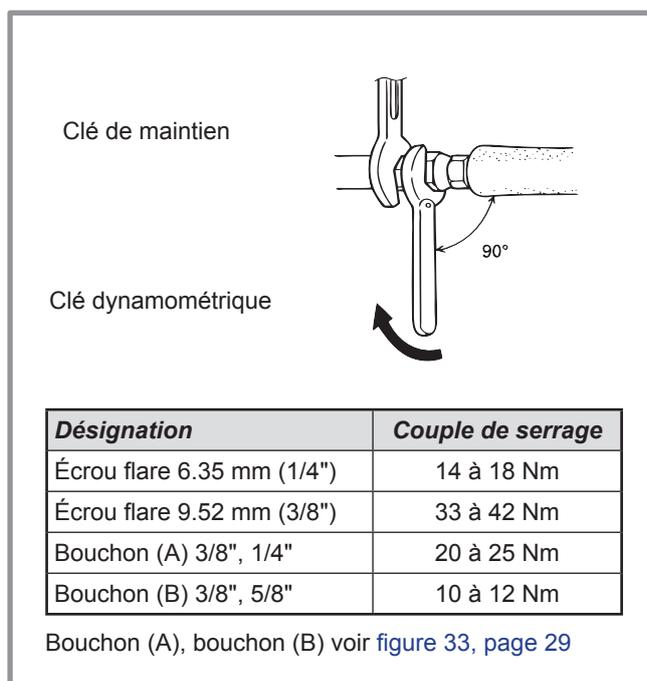

figure 30 - Couples de serrage liaisons frigorifiques
- Retirer les bouchons d'accès (A) aux commandes des vannes.
- Remonter les 2 bouchons d'origine (en s'assurant de leur propreté) et les serrer avec le couple de serrage indiqué au tableau figure 30, page 26. L'étanchéité dans les bouchons est réalisée uniquement métal sur métal.